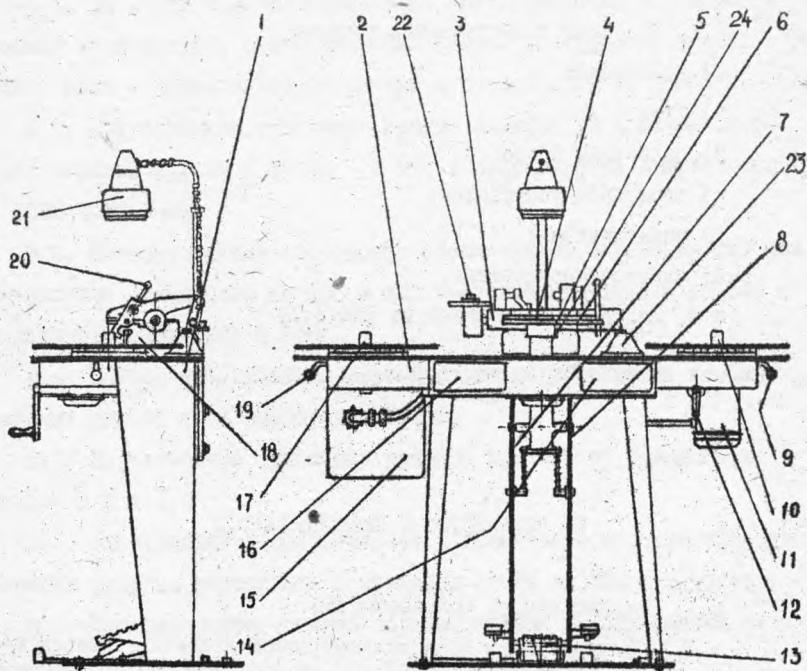

Рис.4.1. Полуавтомат:
4.2. Полуавтомат показан на рис.4.1.
5.2.1. Основание I (см.рис.4.1) является несущим элементом полуавтомата, к которому крепится стол 2, на котором в свою очередь смонтированы все основные элементы полуавтомата. В нижней части основания со стороны оператора установлена педаль 13 пуско-регулирующего реостата, управляемого приводом II наматывателя 10.
5.2.3. Склеечный пресс представляет собой головку 18, на которой закреплены ножи 3,4,5,6 (см.рис.4.1), фиксатор 32 (рис.8.4) и нагревательный элемент 24 (см.рис.4.1). Ножи 4 и 5 (см.рис.4.1) самоустанавливающиеся. Фиксатор обеспечивает фиксацию кинопленок в продольном направлении. В поперечном направлении фиксация обеспечивается направляющими планками. Нагревательный элемент служит для подогрева зоны склейки с целью ускорения высыхания киноклея.
К головке 18 (см.рис.4.1) прикреплен светильник 21, предназначенный для освещения зоны склейки и визитажа кинопленок в отраженном свете.
Подключение электрооборудования к сети осуществляется тумблером В1. Разгон и управление электродвигателем осуществляется включением тумблера В3 и нажатием на педаль I3 (см.рис.4.1). При этом с помощью педали В5 последовательно шунтируются резисторы R7 - RII, а при полном нажатии на педаль включается реле Р1, которое своим замыкающим контактом шунтирует нагрузочные обмотки УсМ1-УсМ1-4 магнитного усилителя УсМ1. В этом режиме электродвигатель развивает максимальную частоту вращения.
- 2) установите на место светильник 21 (см.рис.4.1), скребок 22 и подставку 23 с фланцем для киноклея, демонтированные с полуавто-
вляемым к рулону при его эксплуатации, измените соответственно величину тормозного момента на тормозном устройстве перемещением рычага тормоза 19 (см.рис.4.1) "к себе" (тормозной момент уменьшается) или "от себя" (тормозной момент увеличивается).